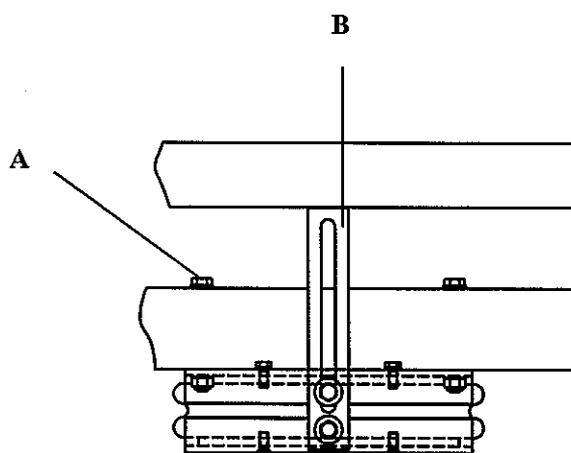

fig. 31
- Remove the four screws (M.14) securing each one of the two pneumatic actuators (fig. 31/A).
- Desatornillar los cuatro tornillos (M.14) de fijación de cada uno de los dos actuadores neumáticos (fig. 31/A).
- Dévisser les quatre vis (M.14) de fixation de chacun des vérins pneumatiques (fig. 31/A).
IF COMPRESSED AIR IS INJECTED TO THE ACTUATOR FOR THIS TEST, DO NOT FORCE THE SEPARATION OF THE METALLIC PLATES MORE THAN THE STOPS PERMIT (fig. 31/B).
SI PARA REALIZAR ESTA REVISION SE INYECTA AIRE COMPRIMIDO AL ACTUADOR, NO FORZAR NUNCA LA SEPARACION DE LAS PLACAS METALICAS MAS DE LO PERMITIDO POR LOS LIMITADORES DE CARRERA (fig. 31/B).
SI L'ON INJECTE DE L'AIR COMPRI-ME AU VERIN POUR EFFEC-TUER CETTE VERIFI-CATION, NE JAMAIS FORCER LA SEPARA-TION DES PLAQUES METALLIQUES PLUS DE CE QUI EST PERMIS PAR LES LIMITEURS DE COURSE (fig. 31/B).